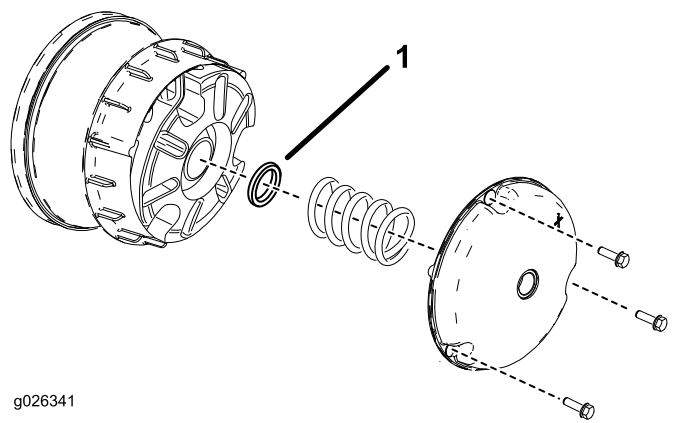

Figura 60
2. Rimuovete i bulloni che fissano il carter della frizione principale come illustrato in Figura 60.